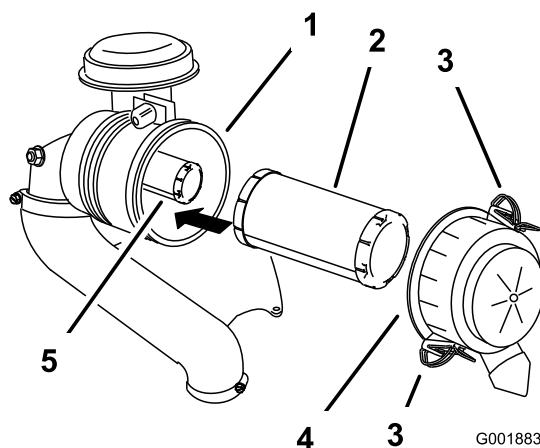

Figura 41
3. Rilasciate i dispositivi di fermo del filtro dell'aria e togliete il coperchio dal corpo del filtro (Figura 41).
5. Estraete con cautela il filtro primario dal corpo del filtro dell'aria (Figura 41).
2. Se sostituite il filtro interno, inseritelo con cautela nel corpo del filtro (Figura 41).
3. Montate con cautela il filtro primario sul filtro di sicurezza (Figura 41).
4. Montate il coperchio del filtro dell'aria e chiudete i fermi (Figura 41).